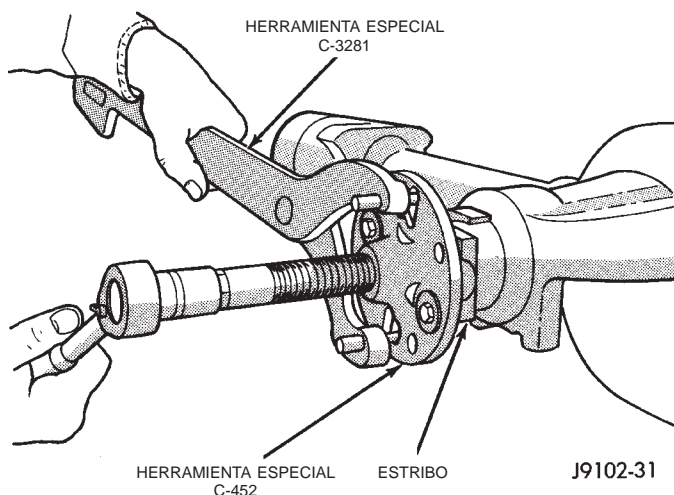

Fig. 17 Desmontaje del estribo del piñón
(9) Para extraer el estribo del piñón, utilice el extractor C-452 y la llave C-3281 (Fig. 17).
- (10) Para extraer el estribo del piñón del eje de piñón, utilice el extractor C-452 y la llave C-3281 (Fig. 17).